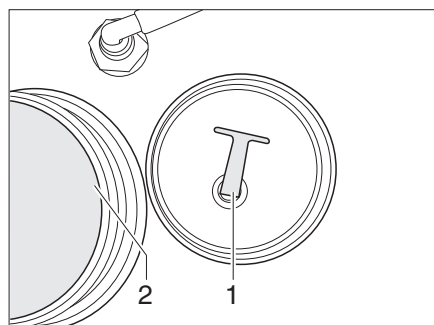

Fig. 369 Bouchon de fermeture
- Dévisser le bouchon de fermeture (Fig. 369,1) de l'ouverture de vidange (Fig. 369,2). L'eau s'écoule.